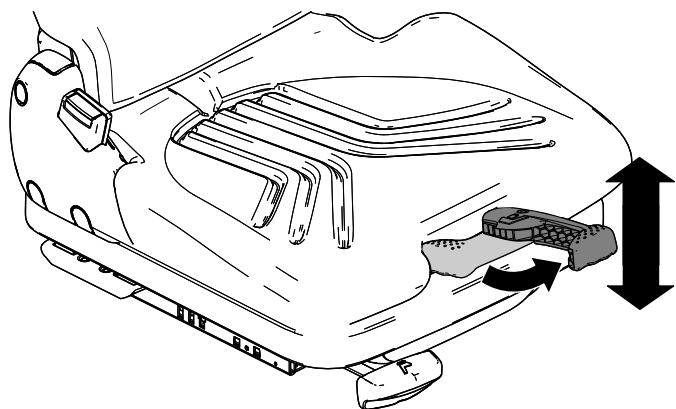

Figura 19
1. Tirate in fuori la leva della sospensione del sedile (Figura 19).